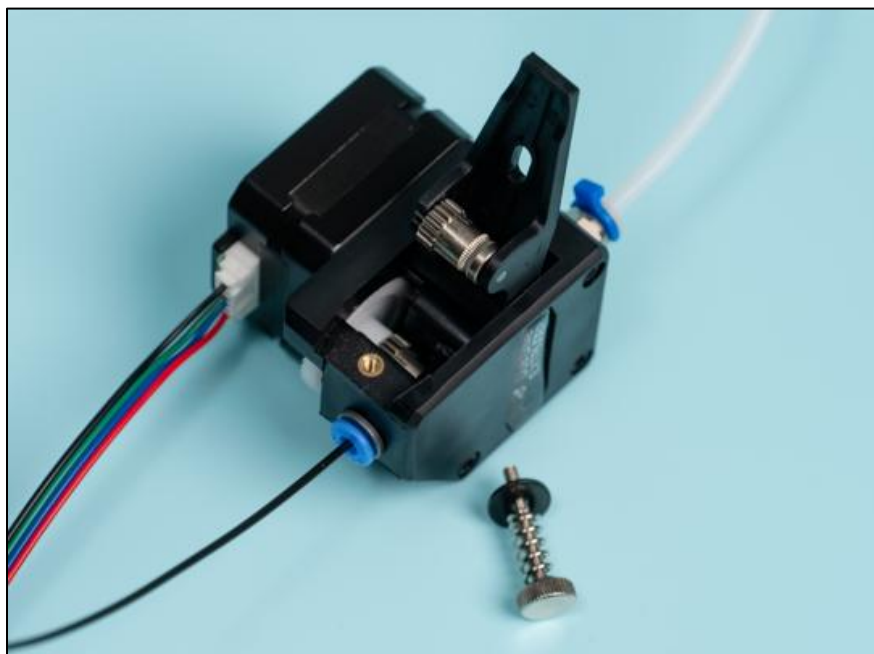

Рисунок 25 – Экструдер
- 3) Возьмите экструдер и открутите на нем прижимной винт, откройте его (см. Рисунок 25).